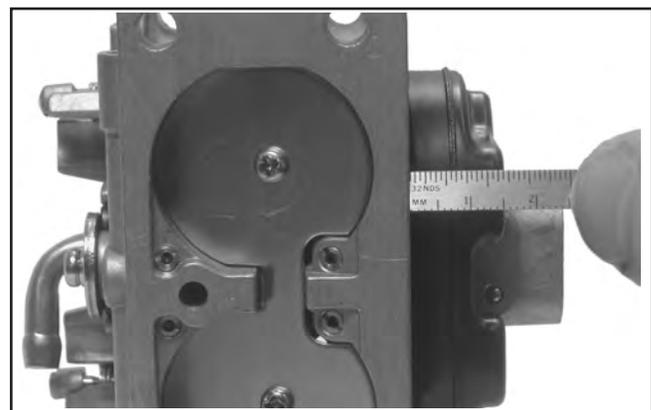

Abbildung 5-20. Überprüfung der Schwimmerhöhe.
- Die korrekte SchwimmerhöhenEinstellung liegt bei $17 \text{ mm (0,669 Zoll)} \pm 1,5 \text{ mm (0,059 Zoll)}$. Dabei wird von der Schwimmerbasis bis zum Vergasergehäuse gemessen. Siehe Abbildung 5-20. Den Schwimmer austauschen, wenn die Höhe von der vorgegebenen Einstellung abweicht. **NICHT** versuchen, die Einstellung durch Biegung der Lasche des Schwimmers vorzunehmen.